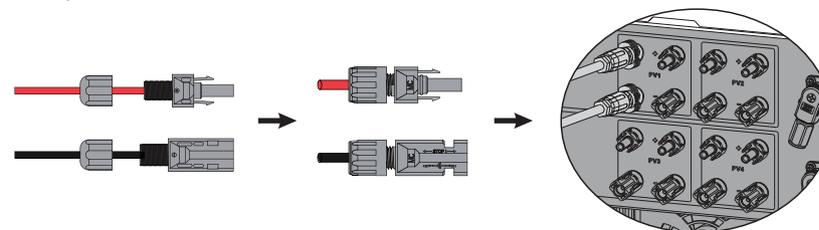

Abbildung 4.1-3 Der PV-Stecker ist mit dem Wechselrichter verbunden
Schritt 3. Schrauben Sie die Kappe auf und führen Sie sie in die Wechselrichterseite ein. Es ertönt ein Klickgeräusch, wenn die Stecker korrekt mit den PV-Steckdosen verbunden werden. Siehe Abbildung 4.1-3.